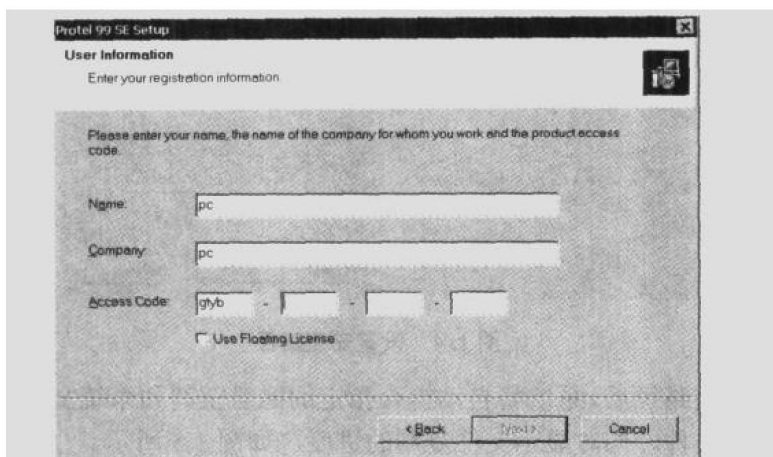
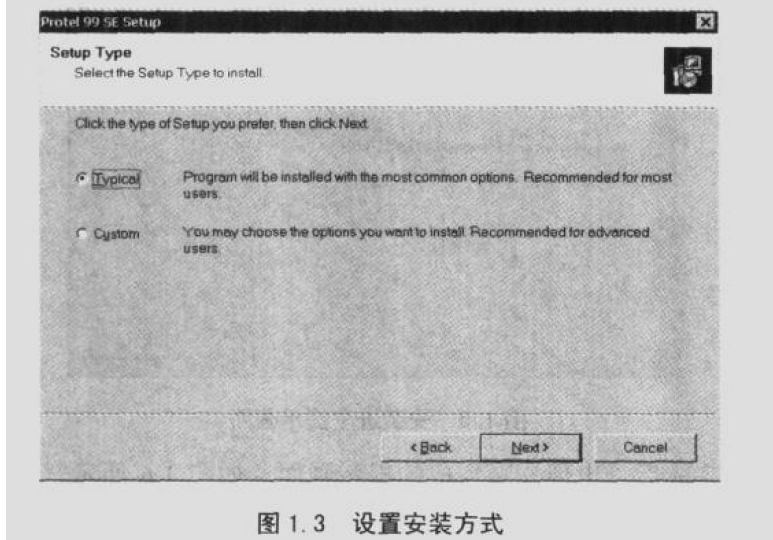
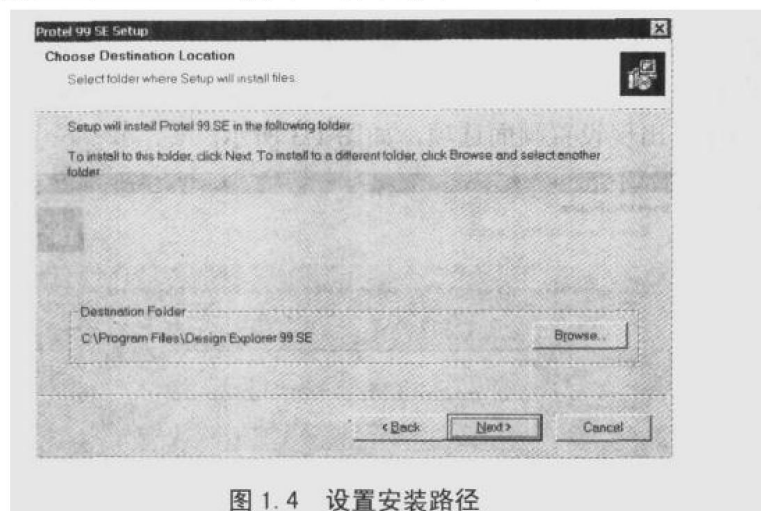

图 1.2 序列号安装
图 1.3 设置安装方式
图 1.4 设置安装路径
- (2) 单击 Next 按钮, 出现如图 1.2 所示的对话框, Name 和 Company 文本框中显示当前计算机的属性, 在 Access Code 文本框中输入 Protel 99 SE 的序列号, 然后单击 Next 按钮, 出现设置画面选项, 如图 1.3 所示。
- (3) 在图 1.3 所示的对话框中选择对应的安装方式。Typical 单选按钮表示安装程序将按照常用方式进行安装, 为系统默认的安装方式; Custom 单选按钮表示可由用户自定义安装方式。多数用户选择 Typical 单选按钮——典型安装, 单击 Next 按钮, 出现选择安装路径的对话框, 如图 1.4 所示。
- (4) 在图 1.4 所示的安装路径设置画面中选择 Protel 99 SE 的安装目录, 系统默认安装目录为 C:\Program Files\Design Explorer 99 SE, 单击 Browse 按钮, 可以指定 Protel 99 SE 的安装目录。